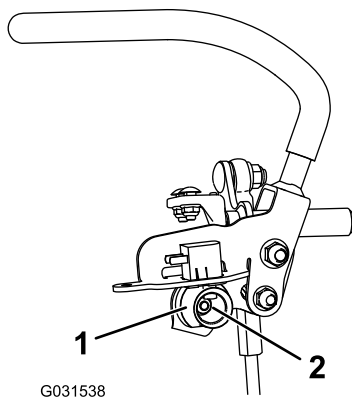

Figura 59
7. Afloje la tuerca que sujeta la leva (Figura 59).